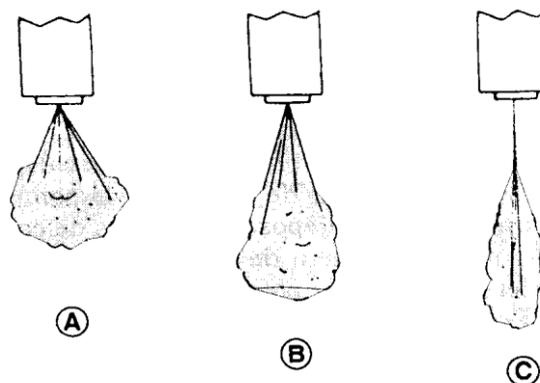

Fig.14
Utiliser un outillage de contrôle conforme, ainsi que du liquide d'essai de calibrage correspondant aux normes. Exemple : banc d'essai de tarage d'injecteurs (fig.14).
Un injecteur qui présente un jet non homogène ou mal réparti autour du téton (fig.14) n'est pas à considérer comme défectueux. (A) et (B) = cadence de pompage plus faible ou influence du kilométrage sur l'injecteur. (C) = injecteur neuf.